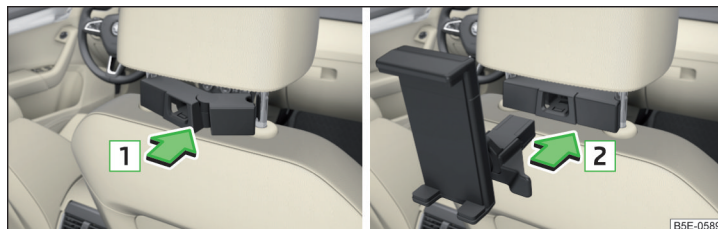

Fig. 96 Introducerea: adaptor / suport
- Pentru **introducere**, așezați adaptorul desfăcut pe tijele de ghidare ale tetierei din față și clipsați-l în sensul săgeții 1 » fig. 96 » ⚠.